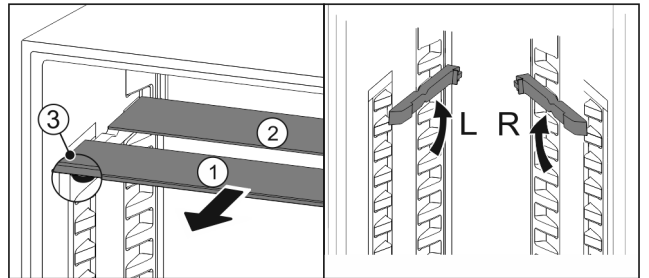

Fig. 133
- estrarre i ripiani di vetro singolarmente tirando in avanti Fig. 133 (1).
- Il piano in vetro Fig. 133 (1) con il motivo ornamentale è nella parte anteriore.
- I fermi Fig. 133 (3) sono rivolti verso il basso.